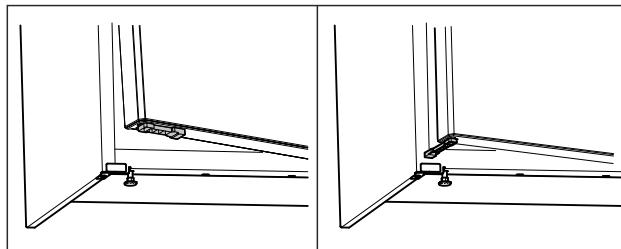

Fig. 70 *
- Omejevalnik odpiranja vrat obrnite za 90°. (glejte Fig. 70)*